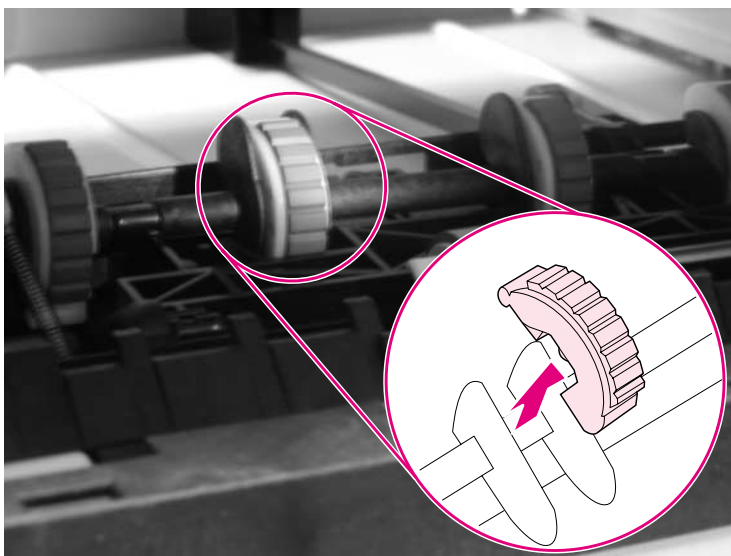

Abbildung 14 Entfernen der Einzugsrollen für das optionale 500-Blatt-Fach
- 3 Drehen Sie die Welle der Einzugsrollen um weitere 90 Grad, um die Walzen vollständig von der Welle zu lösen (Abbildung 14).